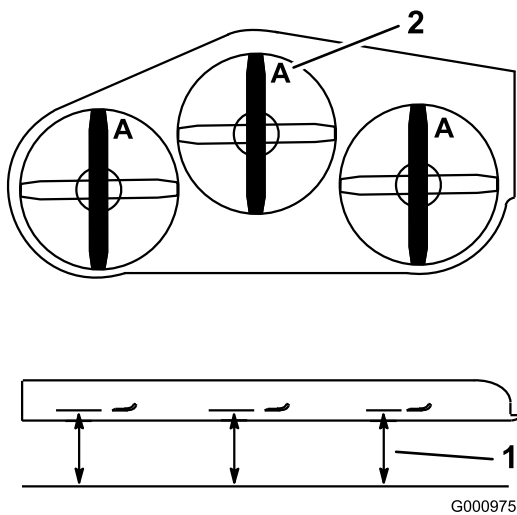

Bild 91
4. Messen Sie an den Stellen **A** und von einer ebenen Oberfläche bis zur Schnittkante der Messerspitzen (**Bild 91**).